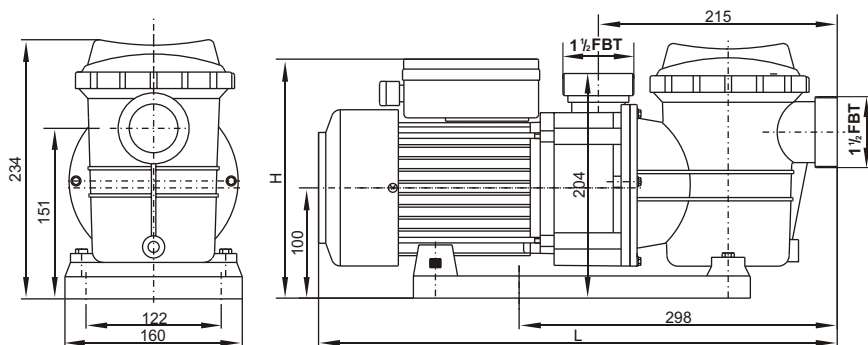

Fig.2
- Las bombas deben ser instaladas horizontalmente. Las dimensiones y posición de la bomba en el soporte se encuentran en (fig.2)